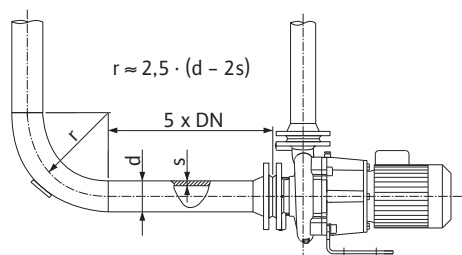
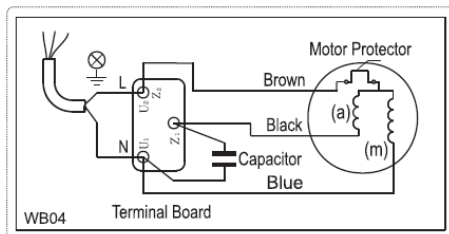

Fig. 4: Διαδρομή ηρεμίας πριν και μετά την αντλία
Fig. 5: Σύνδεση εναλλασσόμενου ρεύματος
- Η ηλεκτρική σύνδεση εξαρτάται από την ισχύ του κινητήρα P_2 , την τάση του ηλεκτρικού δικτύου και τον τρόπο ενεργοποίησης. Για την απαιτούμενη σύνδεση των συνδετικών γεφυρών στο κουτί ακροδεκτών ανατρέξτε στον ακόλουθο πίνακα και στα Fig. 4 και Fig. 5.
| Απευθείας | Σύνδεση Δ (Fig. 5) | Σύνδεση Y (Fig. 5) | Σύνδεση Δ (Fig. 5) | Σύνδεση (Fig. 4) |
| Y-Δ-εκκίνηση | Αφαιρέστε τις συνδετικές γέφυρες. Fig. 5 (Y) | Δεν γίνεται | Αφαιρέστε τις συνδετικές γέφυρες. Fig. 5 (Y) | |